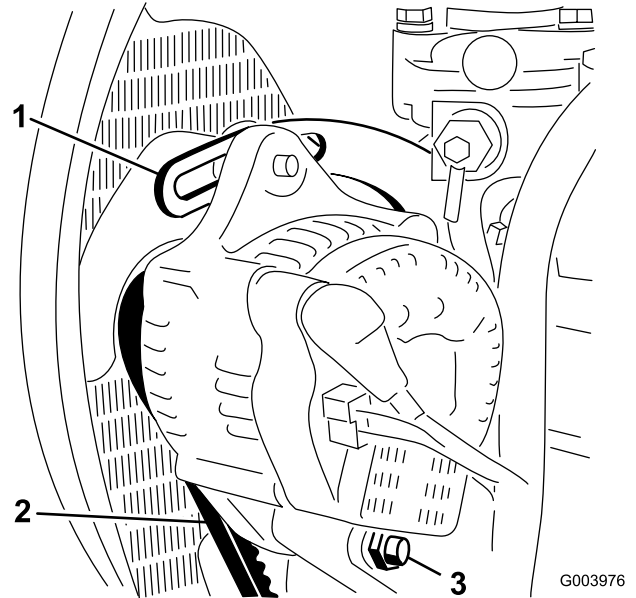

Figure 70
2. Contrôlez la tension de la courroie d'alternateur (Figure 70) en exerçant une force de 10 kg à mi-distance entre les poulies d'alternateur et de vilebrequin.
3. Desserrez le boulon de fixation du renfort au moteur (Figure 70), le boulon de fixation de l'alternateur au renfort et le boulon de pivot.